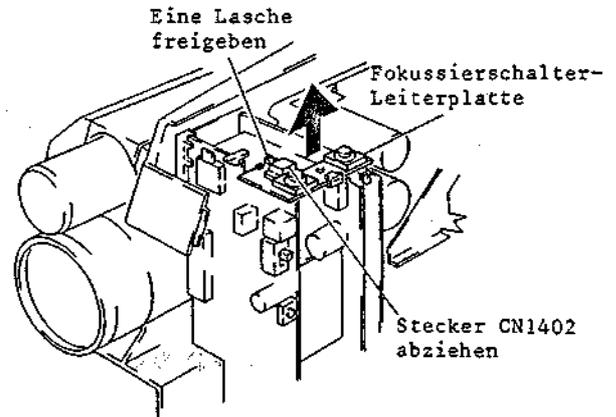

Abb. 2-12 Fokussierschalter-Leiterplatte
2-1 Ausbau der Fokussierschalter-Leiterplatte (Abb. 2-12)
3. Den Stecker CN1402 abziehen (siehe Abb. 2-12).
4. Eine (1) Lasche freigeben und die Fokussierschalter-Leiterplatte abnehmen.
2. Die Fokussierschalter-Leiterplatte ausbauen (siehe Abb. 2-12).